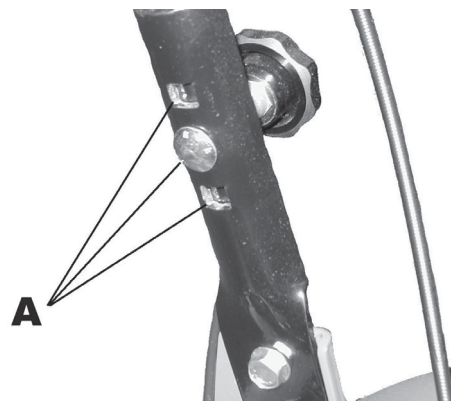

Fig. 8.11a
2. Per la regolazione del manubrio verticale, togliere il bullone della carrozzeria dalle maniglie, quindi ricollocarlo nella scanalatura appropriata, (A Fig. 8.11a) e stringere di nuovo il bullone.